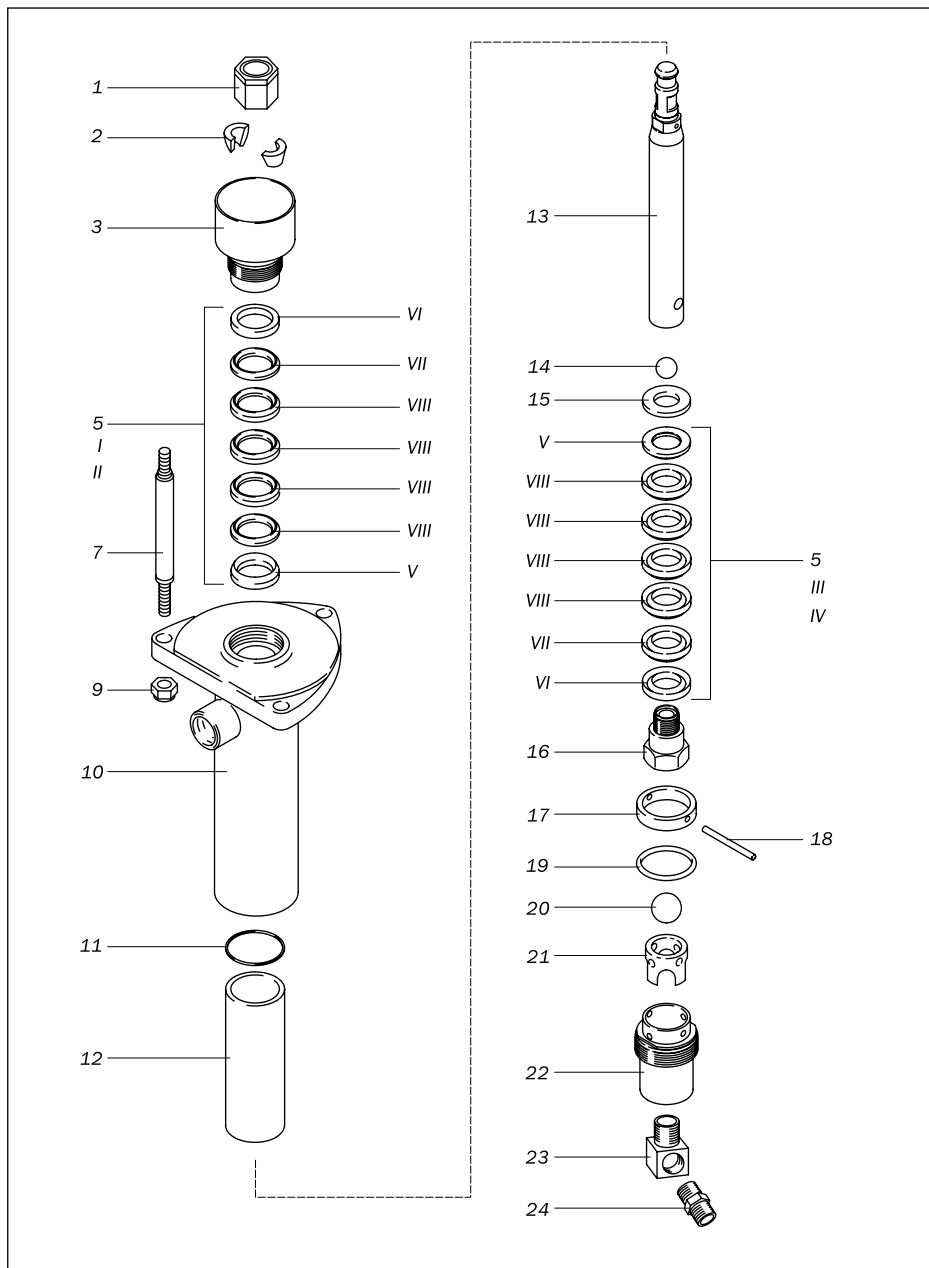

Рис. 9.2.1. Деталировочный чертёж насоса окрасочного аппарата.
9.2.1. Детализировочный чертеж насоса окрасочного аппарата (рис. 9.2.1).
2. Ослабить герметизирующую втулку 3 (рис. 9.2.1).
4. Вывернуть корпус всасывающего клапана 23 (рис. 9.2.1).
2. Установите манжеты 5 (рис. 9.2.1) в корпус насоса 10 кромками вниз.
13. Затянуть герметизирующую втулку 3 (рис. 9.2.1). Момент затяжки 34–41 Н·м